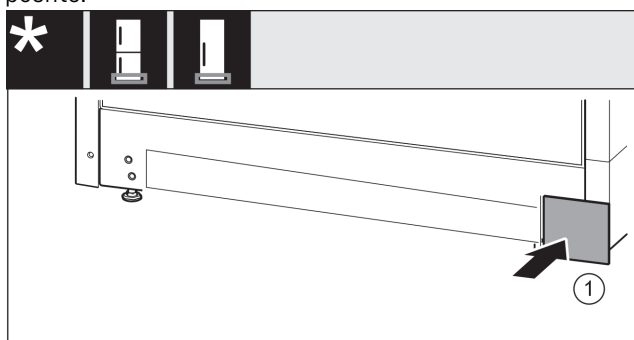

Fig. 18
- Vendosni sërish në vend kapakun mbulues Fig. 18 (1) në anën tjetër.